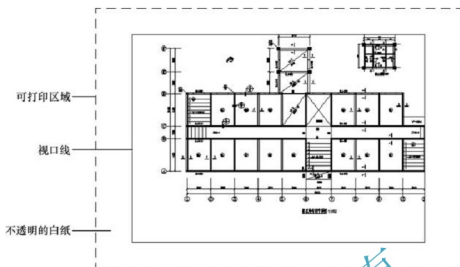

图 5.63 布局界面
(1) 布局 and 模型空间关系的理解: 图形是在模型空间内绘制的, 布局好像将一张不透明的白纸蒙在模型空间上, 在这张白纸上挖洞就可以看到相应位置上的模型空间内的图形, 其他部位模型空间内的图形是被白纸覆盖遮挡的。这里提到的“洞”的概念在 CAD 内称为“视口”。
(2) 打开图 5.43 所示的图形文件, 然后单击操作界面下方【布局 1】视口选项卡进入该视口进行多重比例的布图, 如图 5.63 所示。
(3) 单击视口线, 出现蓝色夹点, 然后按 Delete 键将此视口删除, 这时相当于在不透明的白纸上没有洞口, 所以看不到任何图形。
(4) 设置【页面设置管理器】。
① 右击【布局1】，在弹出的快捷菜单中选择【页面设置管理器】命令，打开【页面设置管理器】对话框。